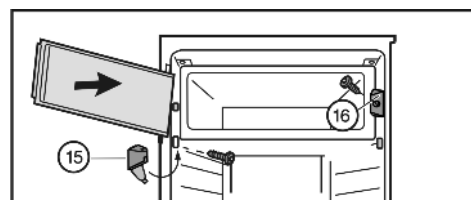

Fig. 8
- ▶ Monter l'élément de fermeture Fig. 8 (16).
- ▶ Monter le support d'appui Fig. 8 (15) et fermer le cache.